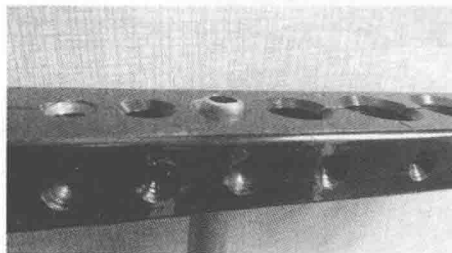

图 1-8
(1) 将需加工的铜管夹装到相应的夹具卡孔中，铜管端部露出高度大约与孔倒角的斜边相同，如图 1-8；旋紧夹具螺母直至将铜管夹紧。